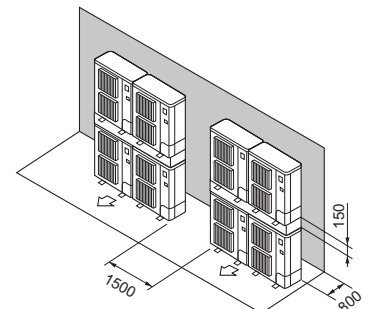

Fig. 3-17
- ⑦ Anlagen in gestapelter Anordnung (Fig. 3-17)